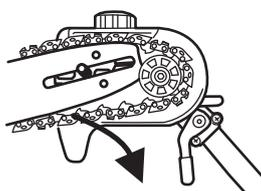

Fig. 26f
- Aligner la chaîne autour du pignon d'entraînement (D10) et placer un coin du guide-chaîne dans un espace du pignon (voir Fig. 26f).